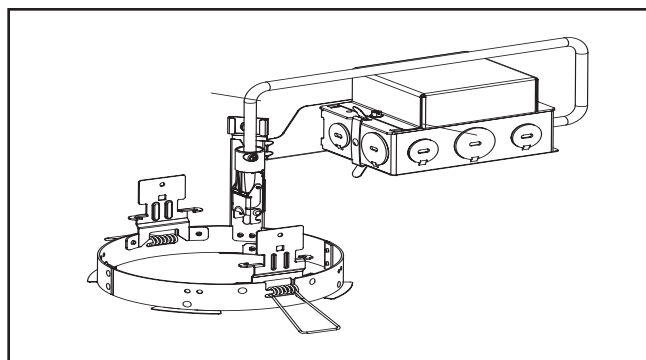

**Figura 2.**
3. Inserte el anillo del plafón en el orificio en el techo estirando los muelles hacia arriba (Figura 2.).